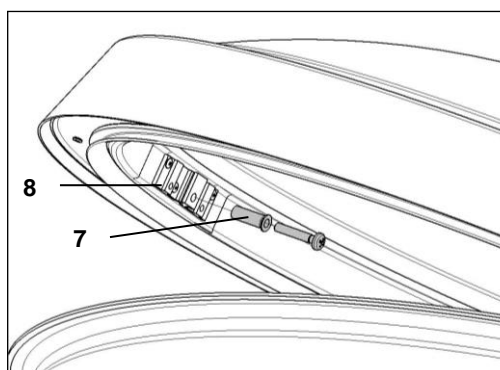

Bild 9: Montage Verriegelungsbolzen
Den Verriegelungsbolzen mit Distanzbuchse (7) in die Anschlagplatte der Lichtkuppel (8) schrauben (Bild 9) (bei der tandem-Variante 2x).